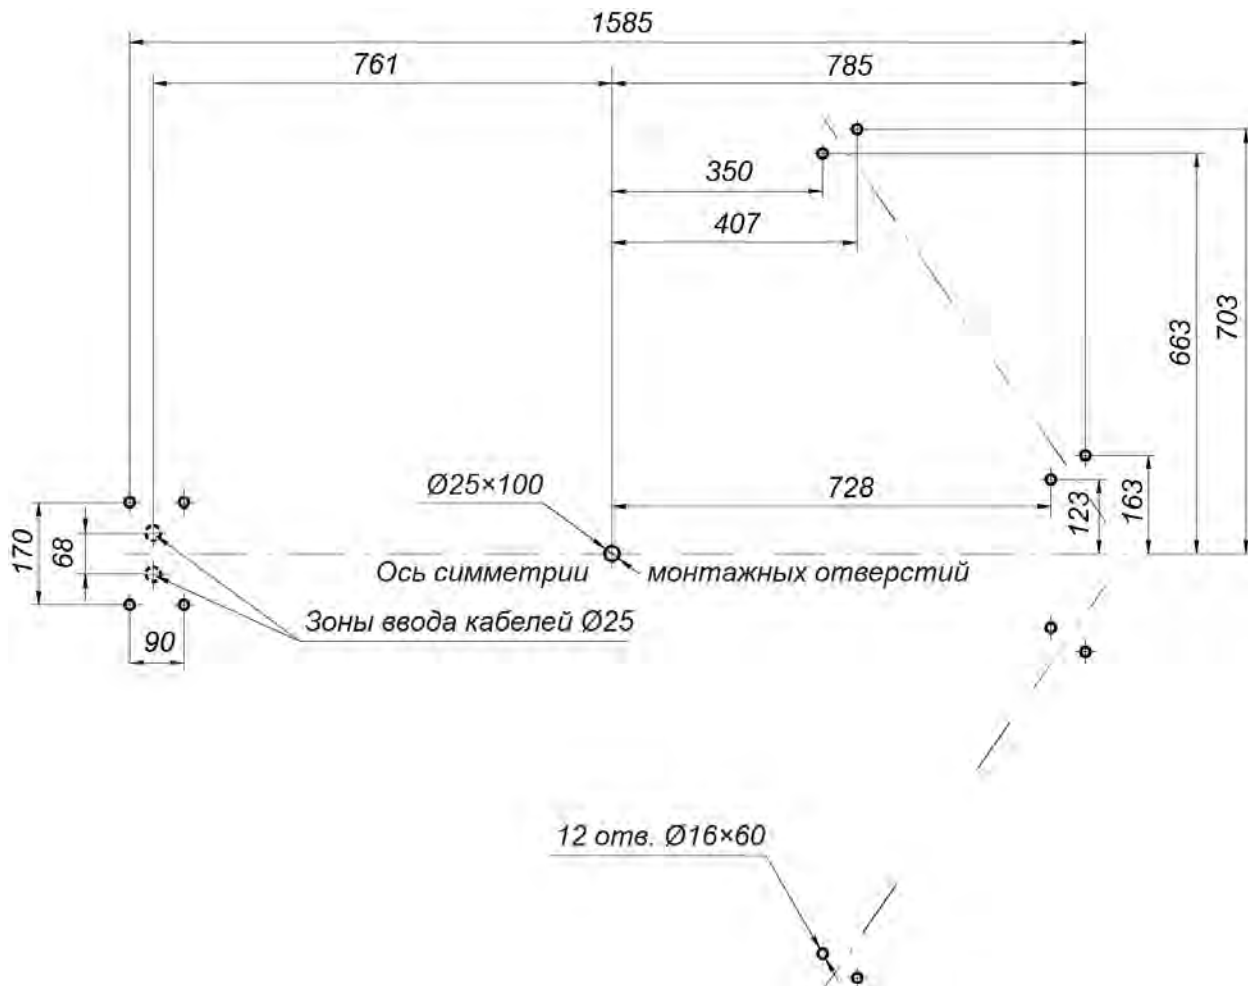
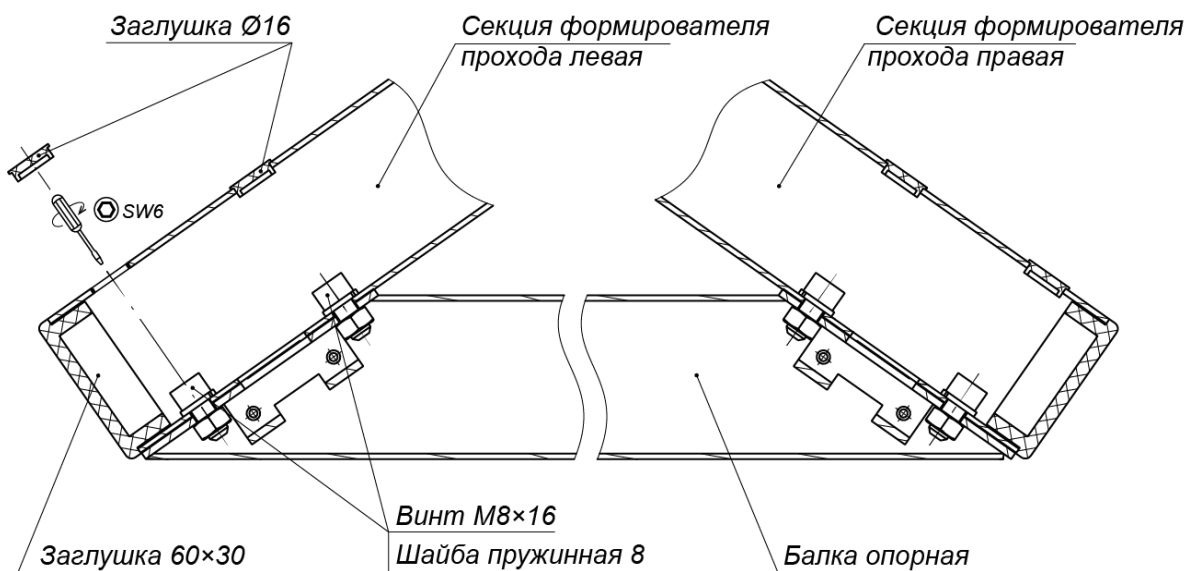

Рисунок 12. Схема разметки для монтажа турникета
Рисунок 13. Крепление балки опорной (7) к секциям (6) формователя прохода
3. Выполните на установочной поверхности разметку отверстий для монтажа турникета. Используйте шаблон из комплекта поставки, но затем обязательно проверьте истинность расстояний в соответствии с рис. 12.
- Установите секции (6) формователя прохода на установочную поверхность, ориентируя отверстия в опорных фланцах по расположению анкеров. При этом левая и правая секции должны быть правильно выставлены и сориентированы: блоки индикации формователей должны быть развернуты от оси симметрии (см. рис. 12) и учтено расположение на секциях мест крепления опорной балки (см. рис. 13).
9. Установите балку опорную (7) на секции (6) формователя прохода:
- Закрепите балку опорную на секциях формователя прохода четырьмя болтами М8×16 (ключ SW6) из комплекта сборочно-монтажных принадлежностей (ящик №4). При уличном монтаже стыки опорной балки с секциями формователя прохода рекомендуется герметизировать, используя атмосферостойкий силиконовый герметик по инструкции производителя (см. рис. 13).
10. Распакуйте стойку с преграждающими планками (5) (ящик №4).
11. Установите стойку с преграждающими планками (5) (работайте вдвоем!):
- Для варианта прокладки кабелей питания и управления через кабельные каналы в установочной поверхности снизу: положите стойку с преграждающими планками (5) на установочную поверхность таким образом, чтобы опорный фланец находился рядом с зоной отверстия А. Затем, используя монтажную проволоку, протяните кабели через нижнее отверстие в преграждающей стойке со стороны фланца вверх по стойке до ее верхнего отверстия. Выпуск кабелей на выходе из верхнего отверстия должен составлять 0,8 - 1,0 м. Временно зафиксируйте концы кабелей на верхней планке преграждающей стойки (к примеру, с помощью липкой ленты).
зону А, а место нижнего узла вращения (3) – на отверстие с анкером М16 (см. рис. 12).
- Окончательно затяните анкерные болты крепления к установочной поверхности опорных фланцев стойки с преграждающими планками (5) и фланцев секций (6) формирователя прохода. При возникновении перекосов в силовых элементах конструкции турникета допускается использовать монтажные прокладки.
- Закройте пластиковыми заглушками Ø16 отверстия для болтов соединения секций ротора (2) и отверстия крепления балки опорной (7) к секциям (6) формирователя прохода (см. рис. 13 и 20).